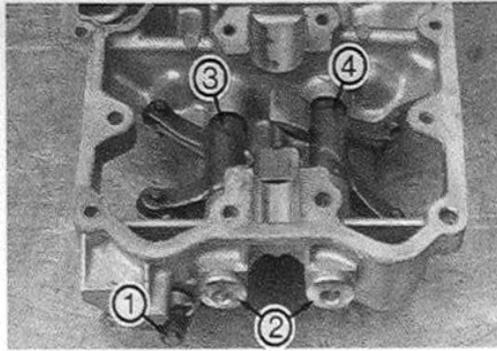

Bild 124 ►
-  Dicke -T- Bild 124 messen, Verschleissgrenze 0,5 mm.